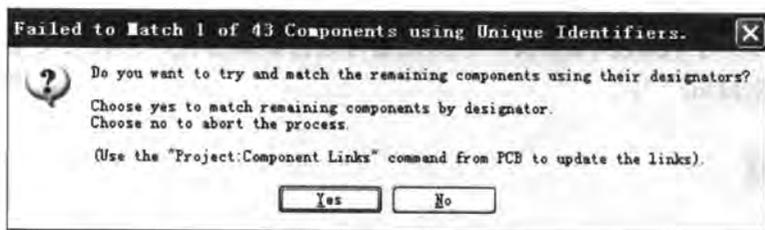

图 11-19 提示对话框
- [5] 执行【设计】/【Update Schematics in F Power.PrjPCB】命令，则系统弹出如图 11-19 所示的提示对话框，提示设计者是否进行元器件标志符的匹配。